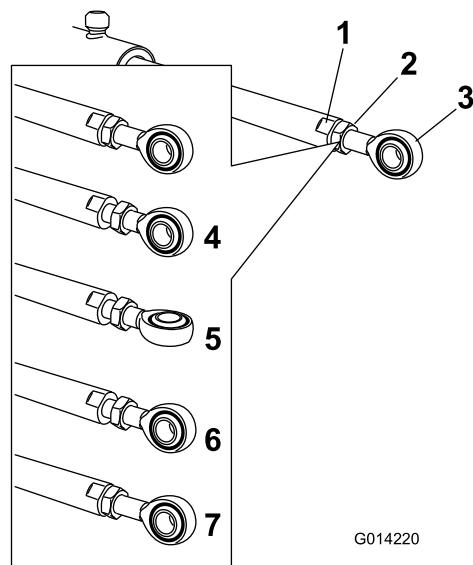

Рисунок 110
5. Удерживайте шток привода в неподвижном положении с помощью ключа, накинутого на плоские грани штока привода, затем ослабьте контргайку, чтобы можно было регулировать шток с проушиной (Рисунок 110).
6. Поверните шток с проушиной в штоке привода, чтобы сократить или удлинить привод для установки в требуемое положение (Рисунок 110).